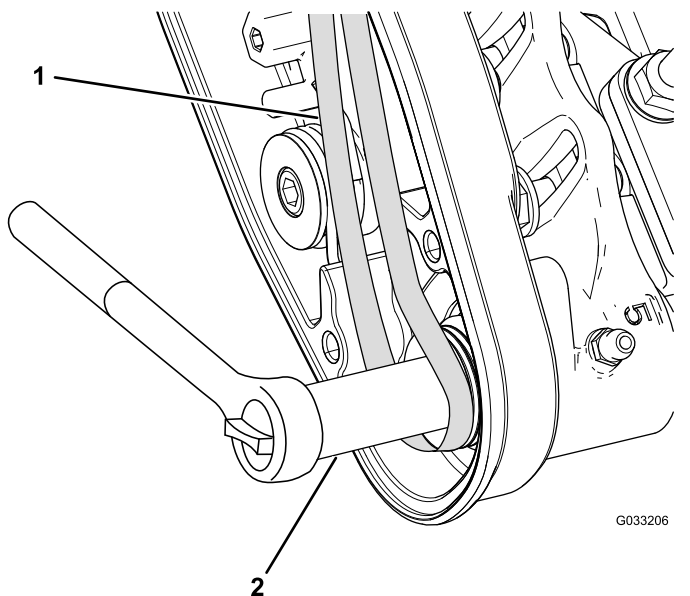

Рисунок 27
- С. Используйте глубокую головку (9/16 дюйма) для вращения щетки в сборе и установки ремня на ведомый шкив (Рисунок 27).